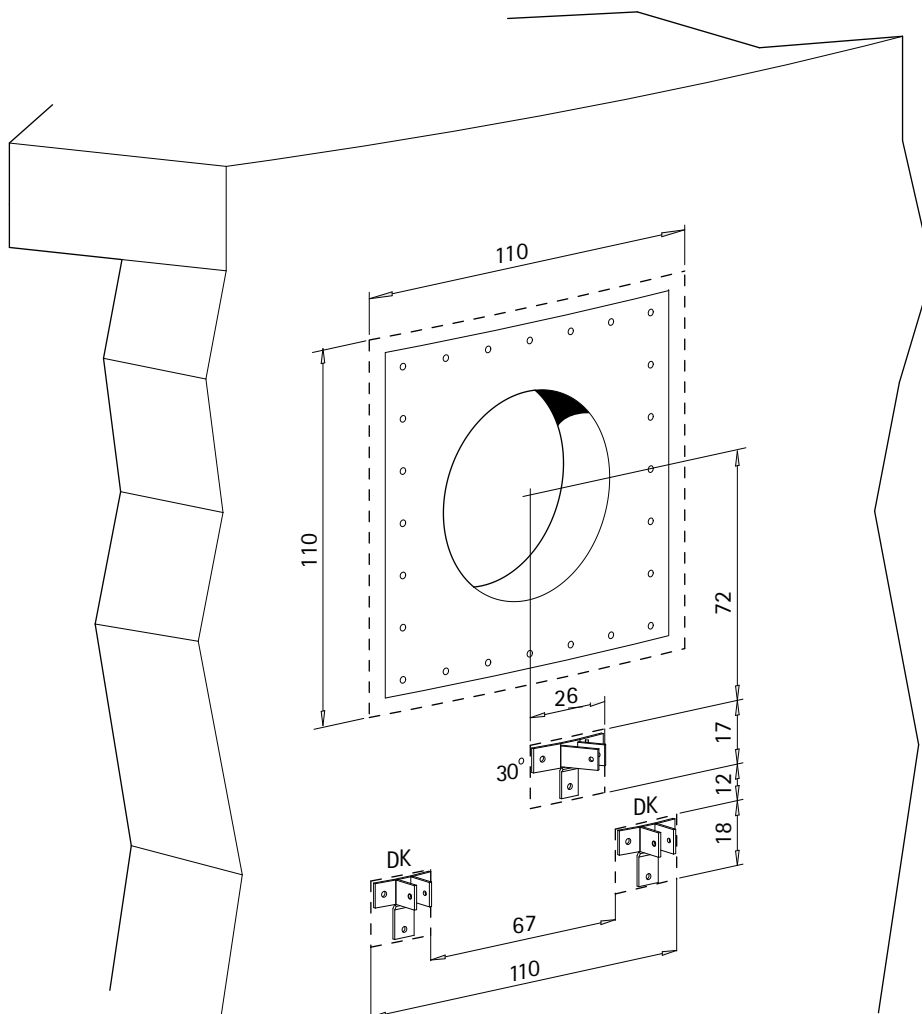

Bild 5: Standardutförandet montageområde (måttuppgifter i cm)
- Strävans position vid varianten med 30° tätningsplatta med vänstarriktad inriktning (omrörningsriktning medurs) är på bild 5 betecknad med 30°. Vid en högerriktad inriktning av omrörarbladet (omrörningsriktning moturs) ska måtten användas spegelvänt.